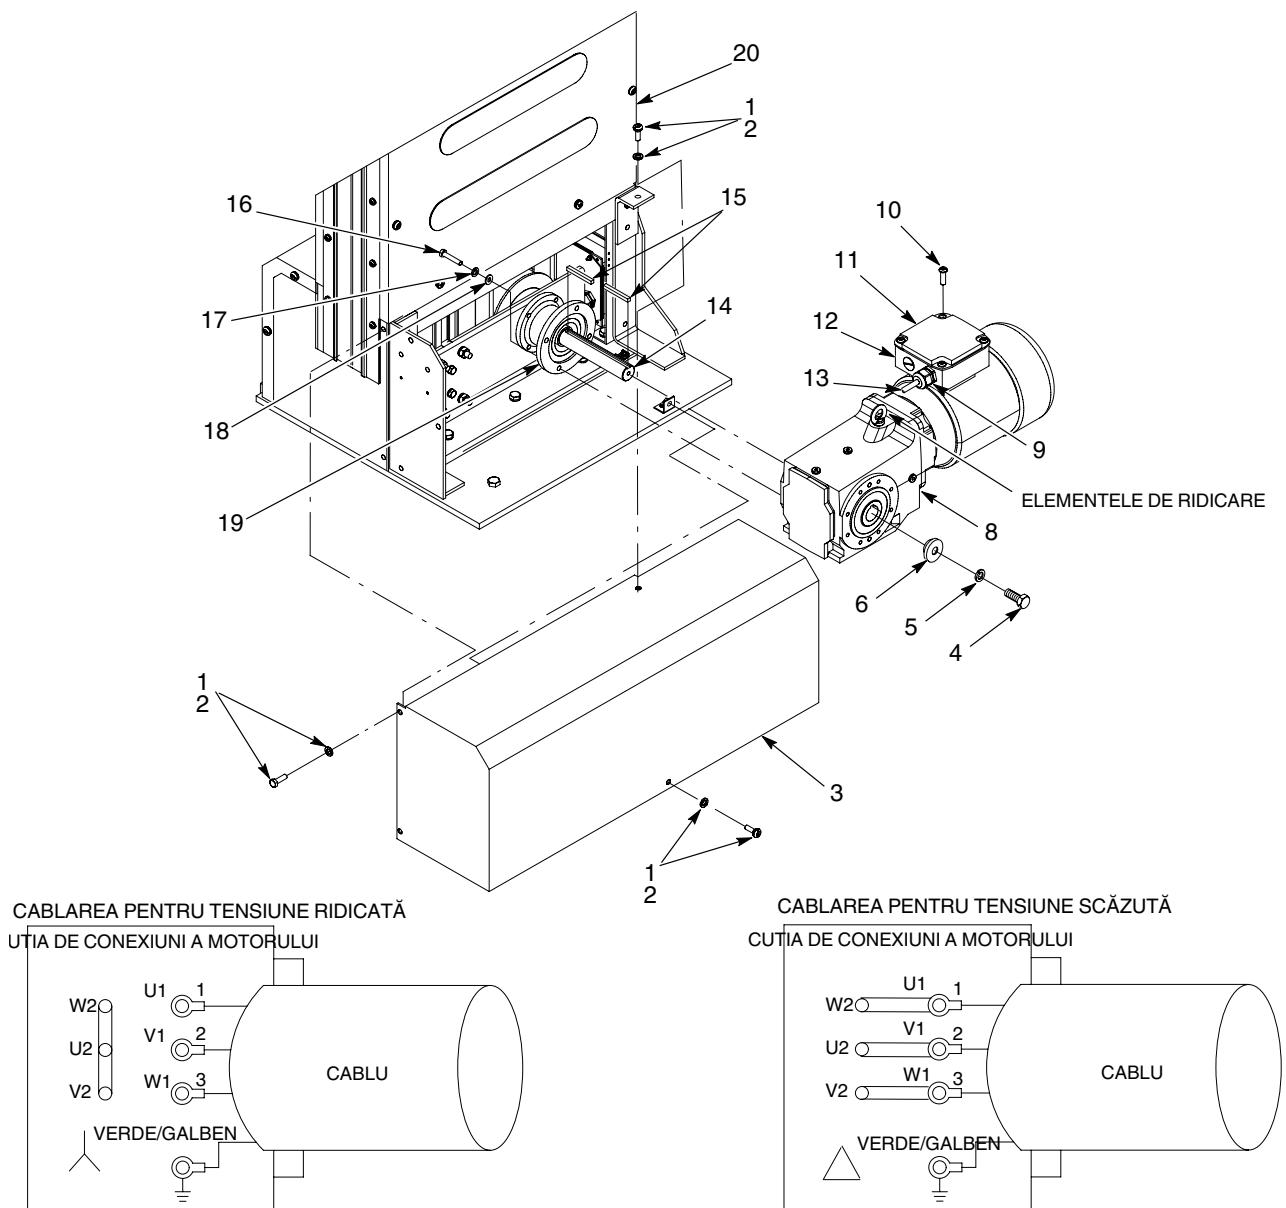

Figura 19 Înlocuirea ansamblului motoreductorului
1. A se vedea Figura 19. Demontați șuruburile (1) și șaibele de blocare (2) care fixează capacul (1) la mașina cu piston (20).
- a. Desfaceți șuruburile (10) care fixează capacul (11) de cutia de conexiuni a motoreductorului (12).
1. A se vedea Figura 19. Realizați următoarele:
- a. Scoateți știfturile (15) din arborele ansamblului de acționare (14), conform figurii.
- b. Asigurați-vă că ați aliniat locașurile de pe motoreductor (8) la știfturile (15) de pe arbore (14). Introduceți motoreductorul prin alunecare pe arbore. Nu trebuie să rămână spații între suprafața motoreductorului (8) și ansamblul motoreductorului (19).
- c. Fixați motoreductorul (8) pe suportul motoreductorului (19) folosind garniturile (18), șaibele de blocare (17) și șuruburile (16). Strângeți șuruburile la 25 N•m (563,88 cm.-lb).
- d. Fixați arborele angrenajului (14) de motoreductor (8) folosind garnitura (6), șaiba de blocare (5) și șurubul (4). Strângeți șurubul la 25 N•m (563,88 cm.-lb).